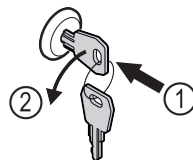

Fig. 176
- ▶ Dugja be a kulcsot. Fig. 176 (1)
- ▶ Forgassa el a kulcsot 90°-kal az óramutató járásával ellenkező irányba. Fig. 176 (2)